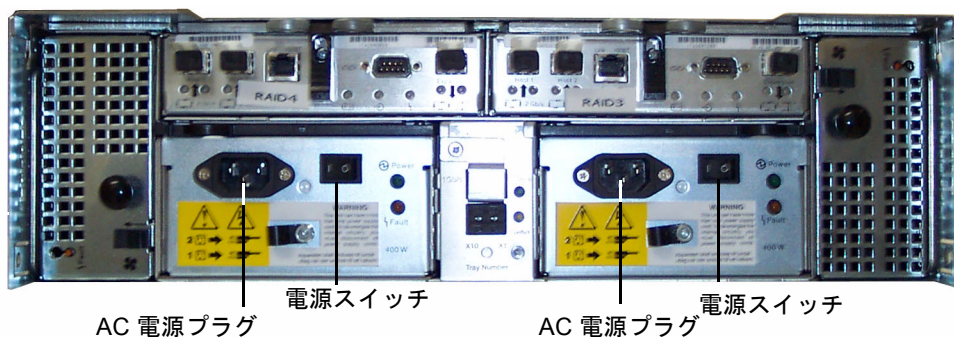

図 3-22 コントローラ格納装置の背面パネル
2. 電源スイッチがオフの位置にあることを確認してから、両方の AC 電源ケーブルを各コントローラ格納装置の背面に接続します (図 3-22 を参照)。